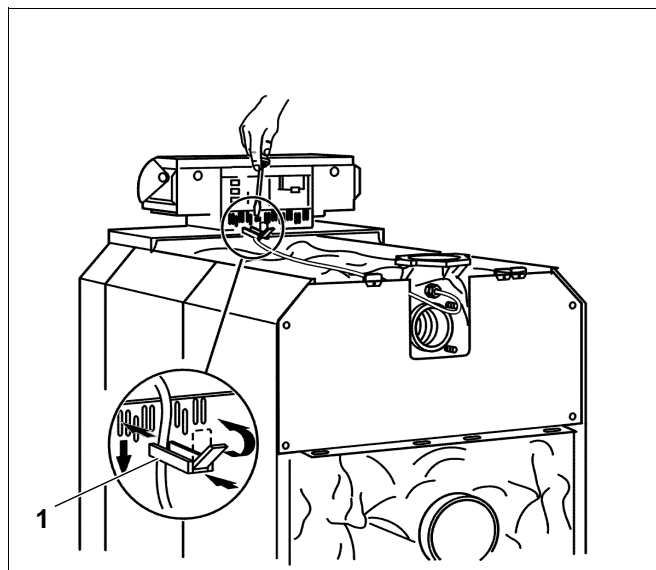

Fig. 62 Fissaggio delle linee di collegamento elettrico
- Immettere i cavi nei fermacavi ed inserire quest'ultimi nell'apposito telaio, quindi fissarli alzando le levette di bloccaggio (fig. 62, **pos. 1**).